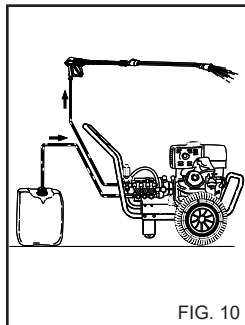

FIG. 10
1) Spoel na gebruik met reinigingsmiddel, het aanzuigcircuit; steek de aanzuigslang (fig. 10) van reinigingsmiddel in een reservoir met schoon water en laat de pomp 1 minuut werken met het doseerkraantje volledig open en de lans in afgiftestand.
4) Spoel na gebruik met reinigungsmiddel, het aanzuigcircuit; steek de aanzuigslang (fig. 10) van reinigungsmiddel in een reservoir met schoon water en laat de pomp 1 minuut werken, en met de lans in afgiftestand van reinigungsmiddel.